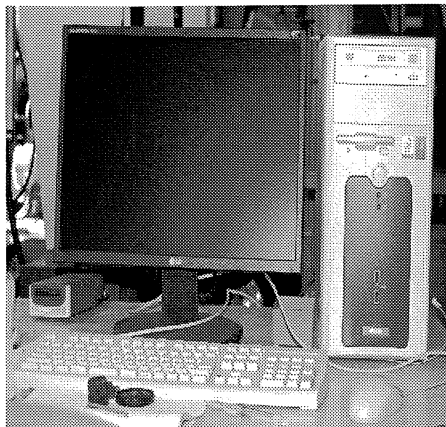
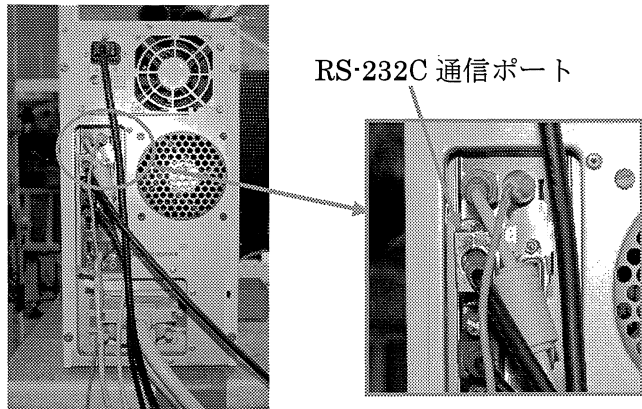

図 1.4 制御用パソコン(2008 年)
図 1.5 制御用パソコンの背面
自動制御用のパソコンを図 1.4 に示す。制御コントローラと通信するために、制御パソコンには図 1.5 に示した RS-232C 通信ポートが必要となる。
コントローラと通信するために、制御フォームに Rs232C 通信用コントロールが必要となる。コントロールのファイル“prjRsHyds.ocx”（理研社開発）は制御 PC(図 1.4 に示す)の“C:¥Windows¥System32”というフォルダにある。ほかのパソコンを用いて制御プログラムを実行する前に、ファイル“prjRsHyds.ocx”を入手して、フォルダ“C: ¥Windows ¥System32”に貼り付ける必要がある。ファイル“prjRsHyds.ocx”の入手について、下記の三つの方法がある：
- ① 耐震実験センターのパソコン(図 1.4 に示す)の“C: ¥Windows ¥System32”の中で探すこと。
- ② ネットワークの STHOME の HOME2008 の“自動制御関係”というフォルダで探すこと。
- ③ 耐震実験センターで保管されている“自動制御マニュアル”CD の中、コントローラ設定プログラム/Mnt1201B のフォルダで探す。